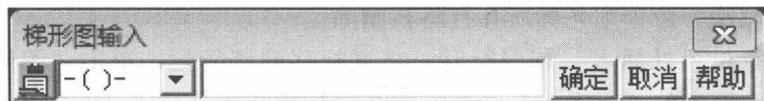

图 1-1-17 线圈的输入
④ 输入线圈。Y、S、M、T、C 等继电器的线圈输入方法为：按 F7 键，出现图 1-1-17 所示的对话框，输入线圈的对话框，输入线圈元件号，如 Y0，“确定”或回车，在光标所在